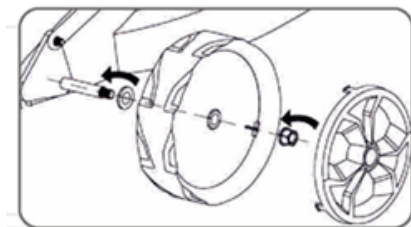

Рисунок 3. Схема встановлення транспортувальних коліс.
6. Встановити на передню та задню осі корпусу газонокосарки передні й задні колеса, зафіксувати колеса на осях за допомогою кріпильних виробів з комплекту виробу та закрити декоративними ковпаками (рис. 3). Переко-